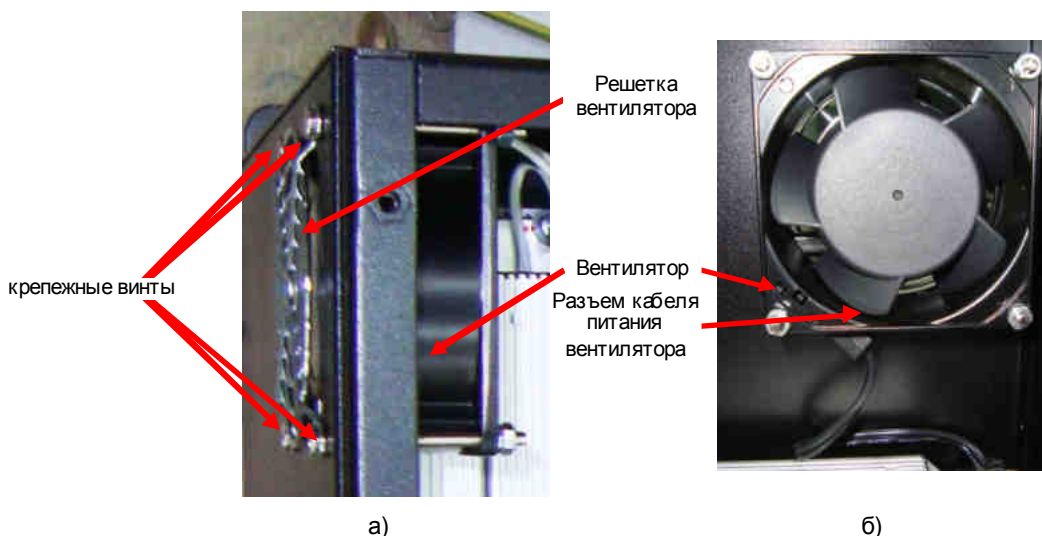

Рис. 7.4. Установка бокового вентилятора.
7.5.1. Протереть радиатор в месте монтажа модулей IGBT салфеткой, смоченной СБС (рис. 7.4).
7.6.1. Протереть радиатор в месте монтажа модулей салфеткой, смоченной СБС (рис. 7.4).